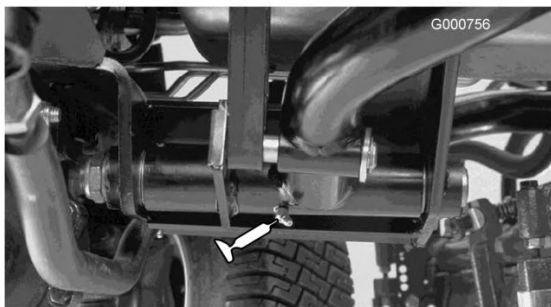

Figura 50
- Perni del braccio di sollevamento posteriore (2) (Figura 50)